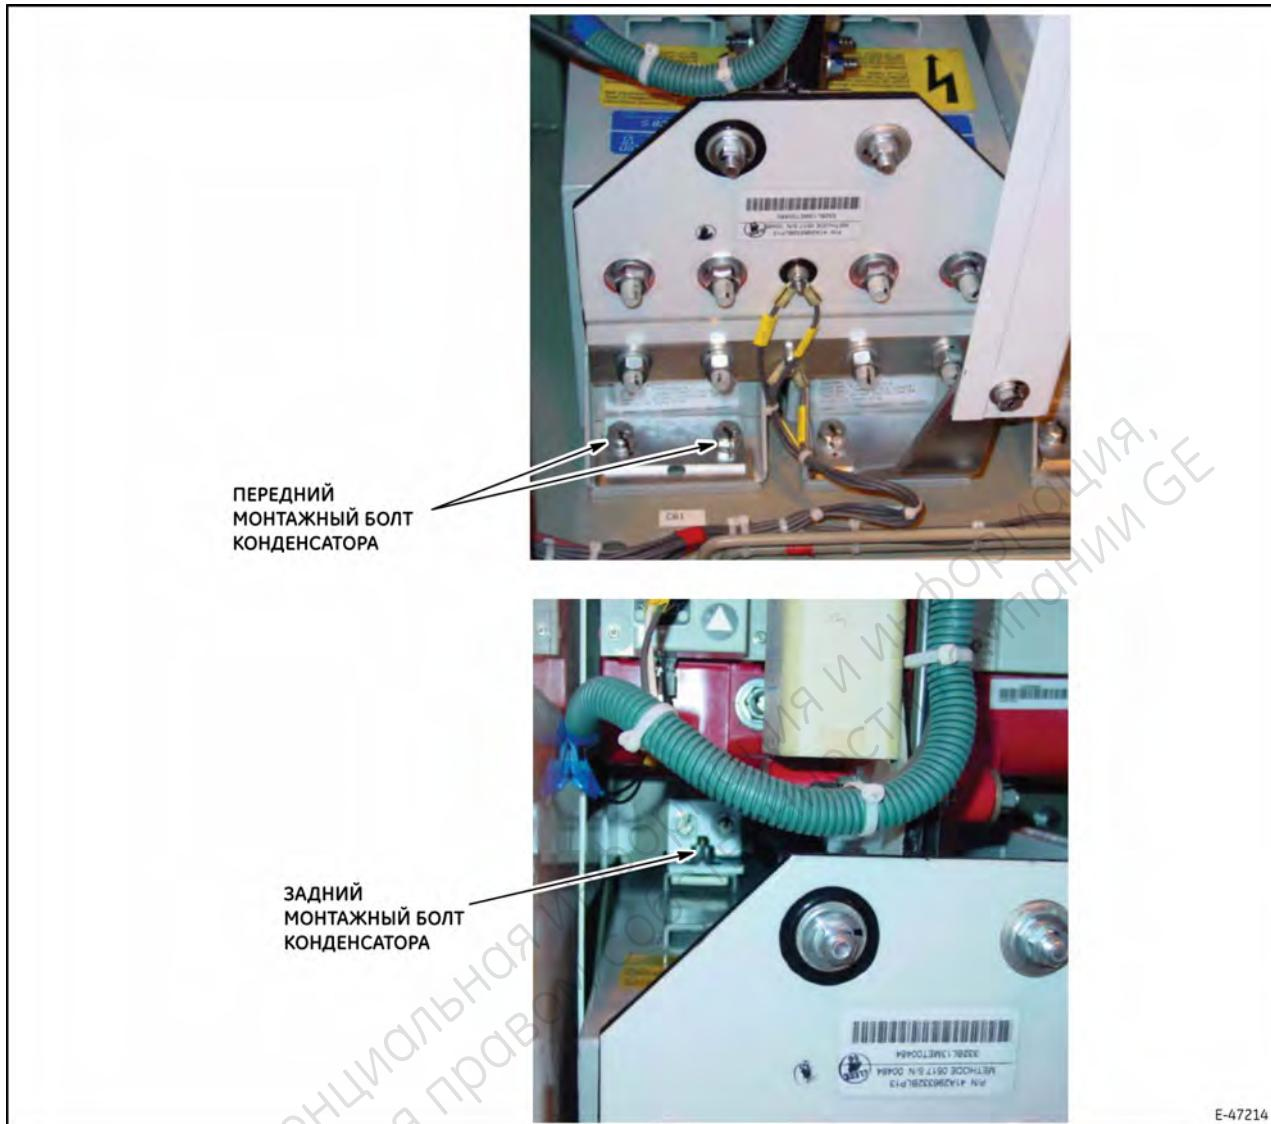

Рис. 33. Передние и задние монтажные болты конденсатора цепи.
7. Снимите два передних крепежных болта конденсатора (рис. 33) и болт в верхний задней части конденсатора. Чтобы снять конденсатор, необходимо сначала, снять вертикальную шину. Дополнительную информацию смотрите в разделе 5.16. «ВЕРТИКАЛЬНАЯ ИЗОЛИРОВАННАЯ ШИНА (VB1 – VB6)» данного документа.